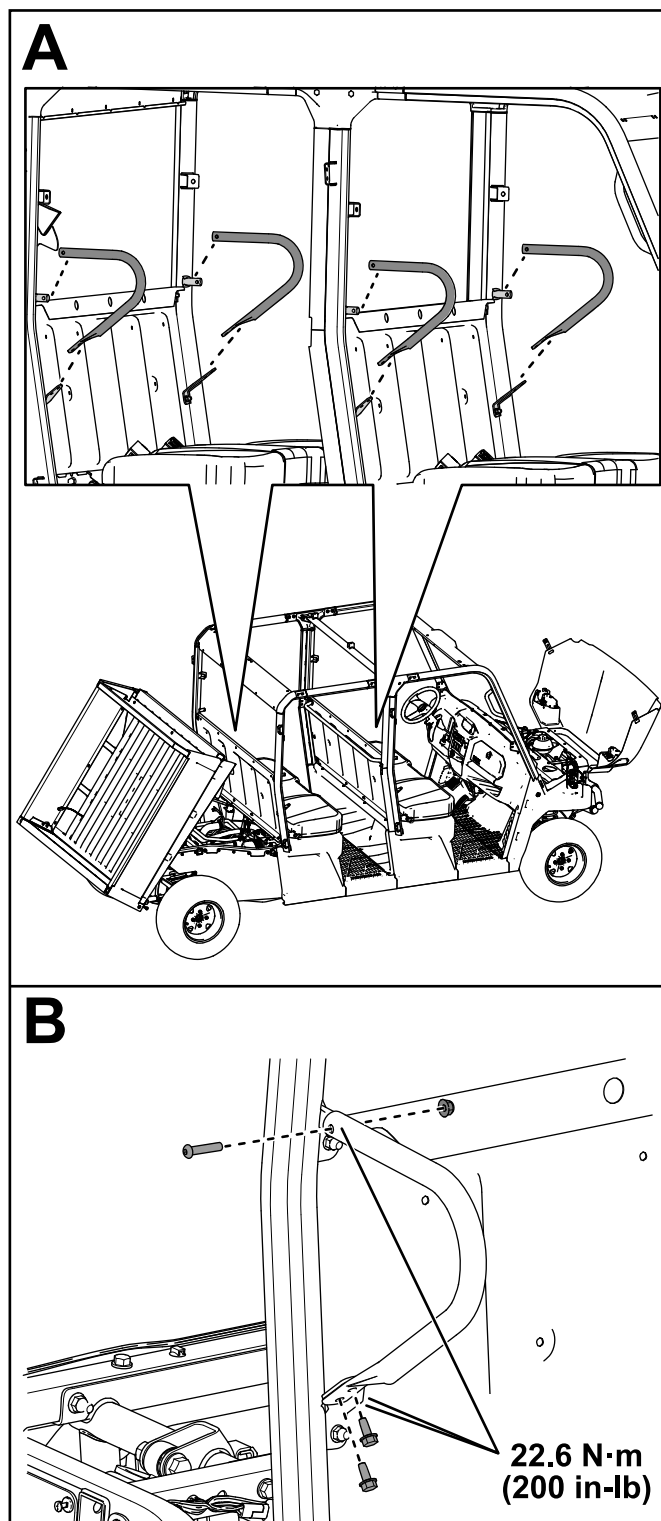

Figure 53
26. Fixez les 4 retenues d'épaules sur les barres arrière et les barres centrales de l'arceau de sécurité à l'aide de 8 vis autotaraudeuses (5/16" x 3/4"), 4 boulons à tête ronde (5/16" x 1 1/2") et 4 contre-écrous (5/16"), comme montré à la Figure 53.
Serrez les contre-écrous (5/16") à 22,6 N·m, comme indiqué à la Figure 53.